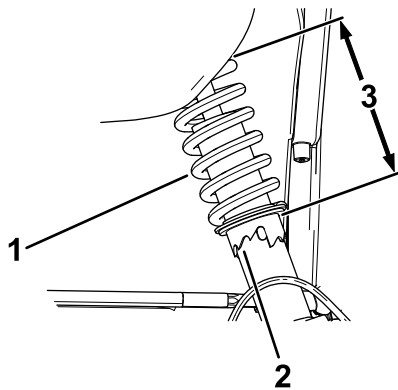

Figure 51
- Si le carrossage des roues n'est pas correct, utilisez la clé à ergots pour tourner le collet sur l'amortisseur et orienter la roue correctement (Figure 51).